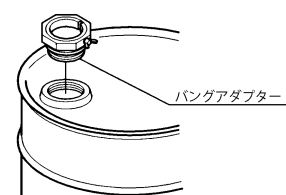

Fig.2
- 3) ドラム缶の注入口(2B)のプラグを外し、ポンプに接続しているバングアダプターをねじ込んでください。(Fig.2)